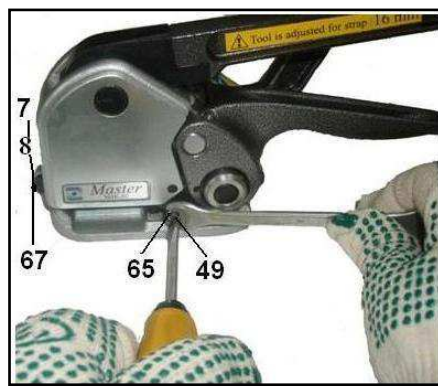

Рис. 3
4.4.3. Заверните винт поз. 49 в тяге поз. 47 (по часовой стрелке) до упора в торец ленты и отверните на ½ оборота, после чего застопорите его с помощью стопорной гайки поз. 65 (Рис.3).